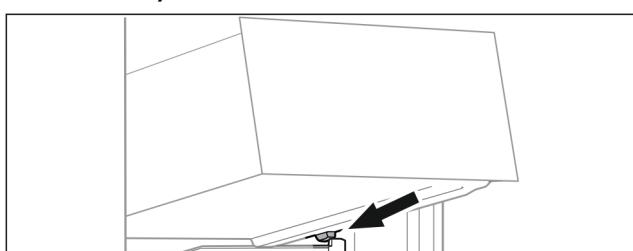

Fig. 85
- Nasadte zásuvku šikmo za zarázkami na rebro nádoby. (pozri Fig. 85)